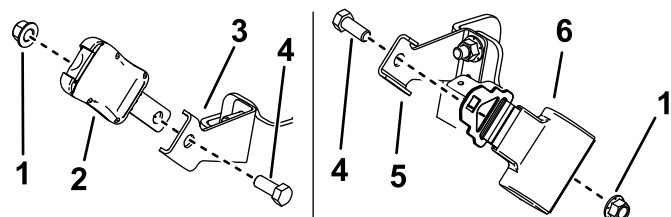

Figura 8
2. Instale el conjunto del cinturón de seguridad y la hebilla a los soportes con 2 pernos (1/2" x 1 1/4") y 2 contratuercas (1/2"), como se muestra en la Figura 8. Apriete los pernos a 102 N·m (75 pies-libra).